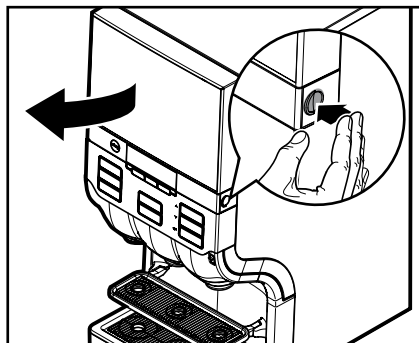

Fig. 21
1. Ouvrez la porte du distributeur. (Fig. 21)